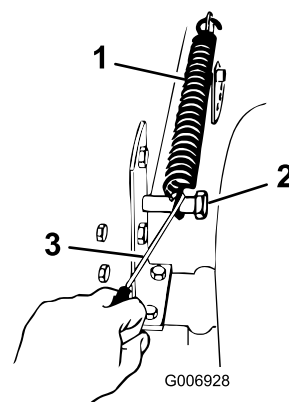

Figure 46
18. Accrochez le ressort compensateur entre la patte de levage droite du plateau de coupe et le boulon de retenue (Figure 46).